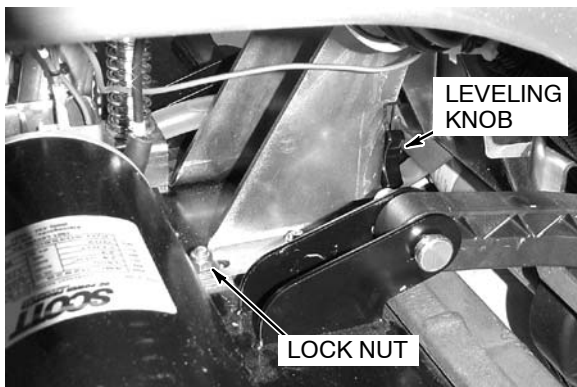

FIG. 23
4. Pour ajuster une brosse, détachez légèrement (4) les contre-écrous sur le support de roulement et le contre-écrou sur le bouton de mise à niveau principal de frottement (Figure 23). Tournez le bouton dans le sens des aiguilles d'une montre à l'arrière inférieur de frottent la tête et abaissez dans le sens contraire des aiguilles d'une montre l'avant. la clé à douille de 13mm a exigé.